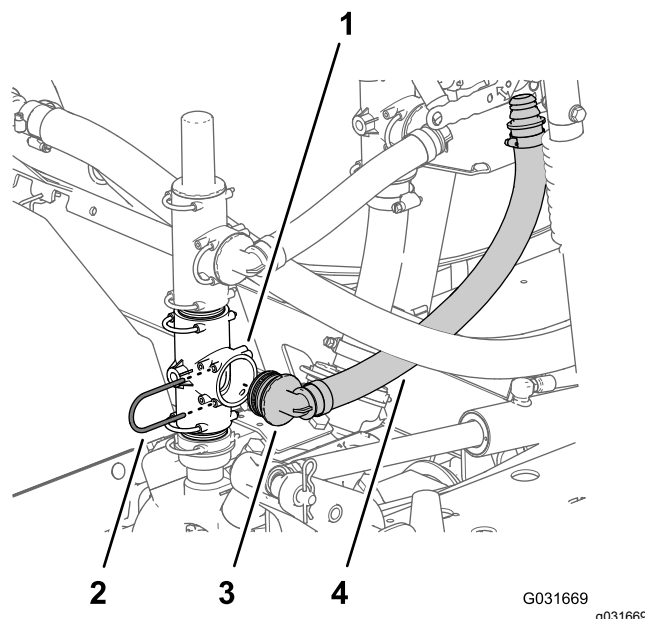

Figure 225
1. Alignez l'autre raccord à 90° du flexible d'alimentation (réf. Toro 131-9648) et l'orifice ouvert du raccord en T sur la pompe de pulvérisation, puis insérez le raccord à 90° jusqu'à ce qu'il soit parfaitement engagé dans le raccord en T (Figure 225).
2. Fixez le raccord à 90° au raccord en T sur la pompe de pulvérisation avec l'étrier (Figure 225) que vous avez retiré à l'opération 1 de Repositionnement du clapet de décharge (page 102).